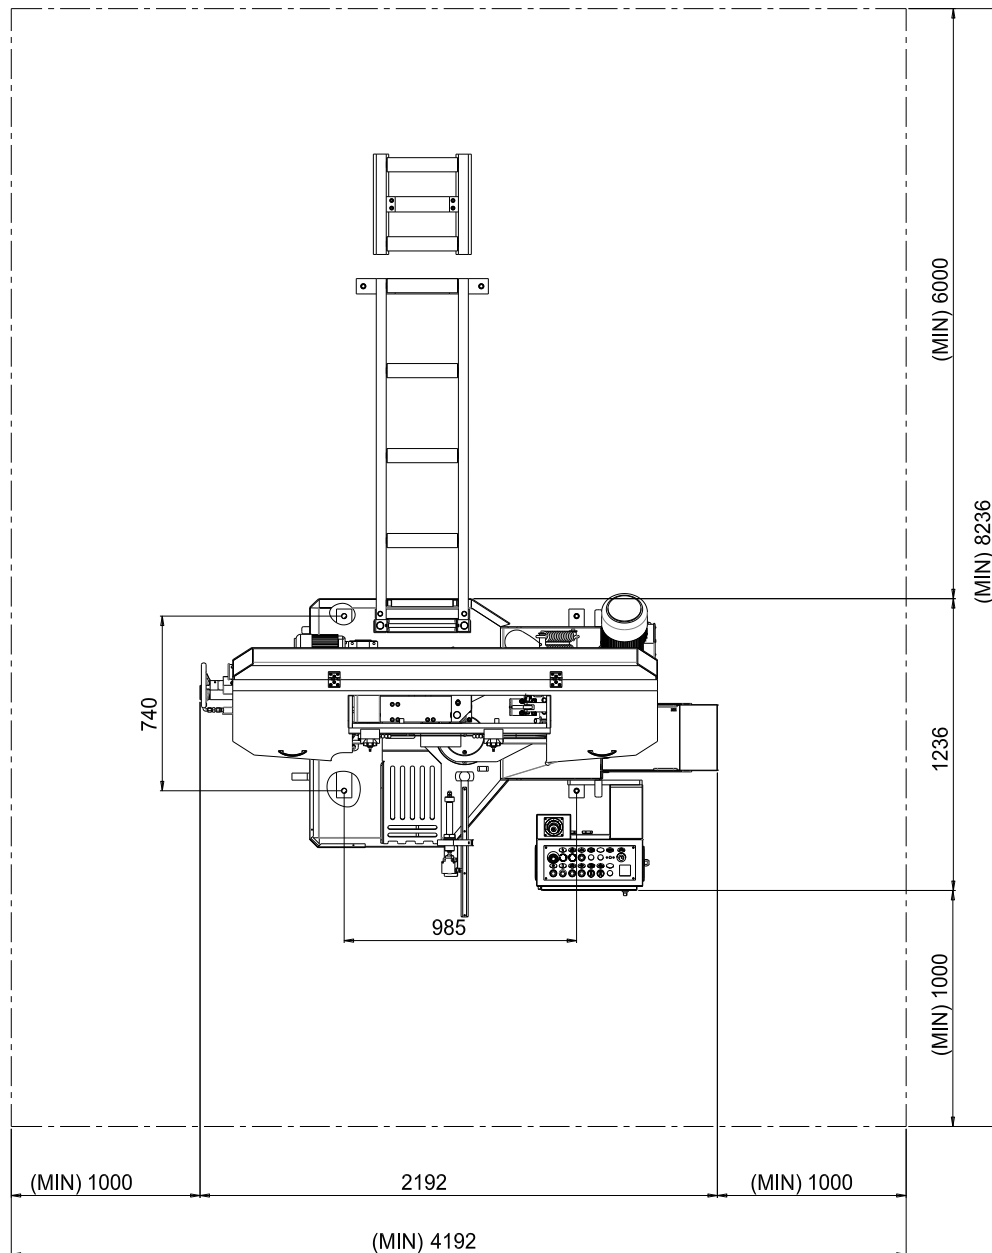

Рисунок 2
- ◆ Пожалуйста, перед траспортировкой опустите головку станка и зафиксируйте её в самом нижнем положении. **Рисунок 2**